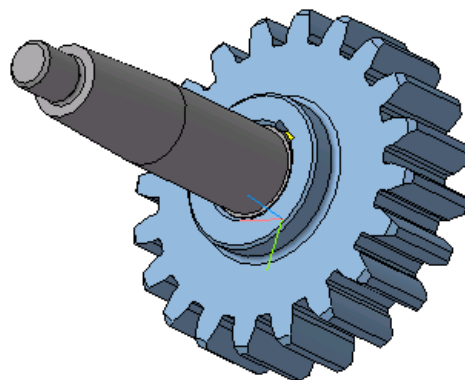

Рис. 6
18. Вызовите команду **На расстоянии** . Укажите плоскую грань буртика вала и плоскую торцевую грань ступицы шестерни. В строке параметров в поле **Расстояние** задайте расстояние равное **0**. Нажмите на кнопку **Создать**. Результат установки шестерни показан на рис. 6.